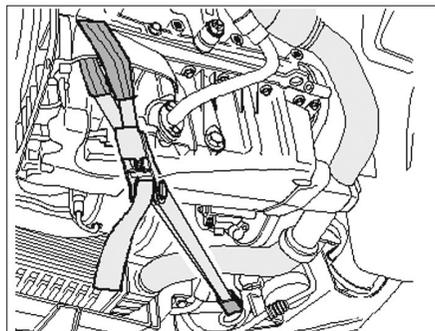

Fig. 21
- À cet effet, faire s'abaisser la tige filetée gauche (35) sur le dispositif de soutènement [2] d'environ 50 mm.
- Fixer une sangle d'arrimage sur l'œillet de remorquage avant et sur le carter d'huile du moteur (Fig.21).